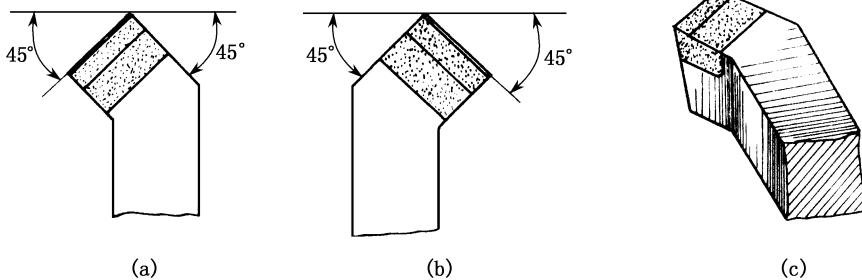

图3-11 45°弯头车刀
(3) 45°外圆车刀。45°外圆车刀俗称弯头刀。它也分为左、右两种(图3-11)。其刀尖角等于90°( $\varepsilon_r=90^\circ$ )，所以刀体强度和散热条件都比90°外圆车刀好。常用于车削工件的端面和进行45°倒角，也可用来车削较短的外圆。